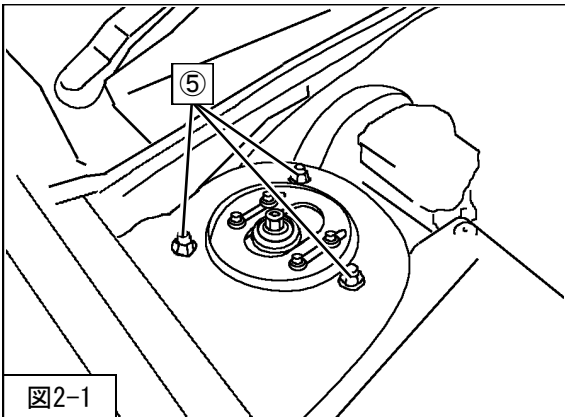

図2-1
⑤フロントサスペンションASSYアッパー取付ナット (締付トルク: 20N・m) を車両に取付けてください。(図2-1)